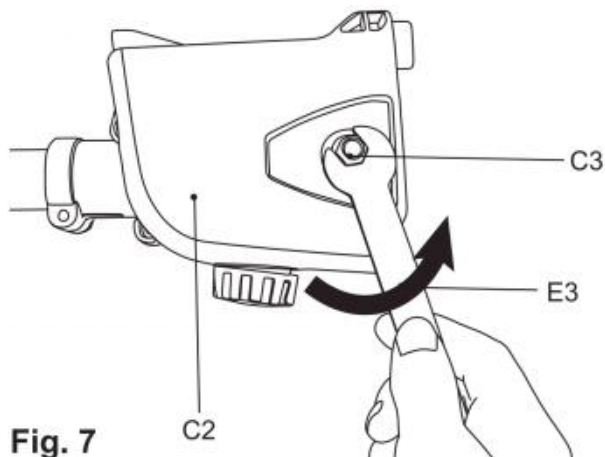

Fig. 7
- 3) Svitare in senso antiorario il dado di fissaggio (C3) con la chiave di montaggio (E3) e quindi rimuovere il coperchio laterale (C2). (Fig. 7)